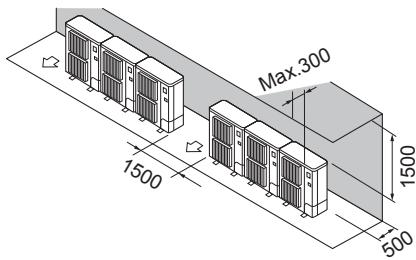

Fig. 2-10
- ② Enbart hinder på baksidan och ovansidan (Fig. 2-10)